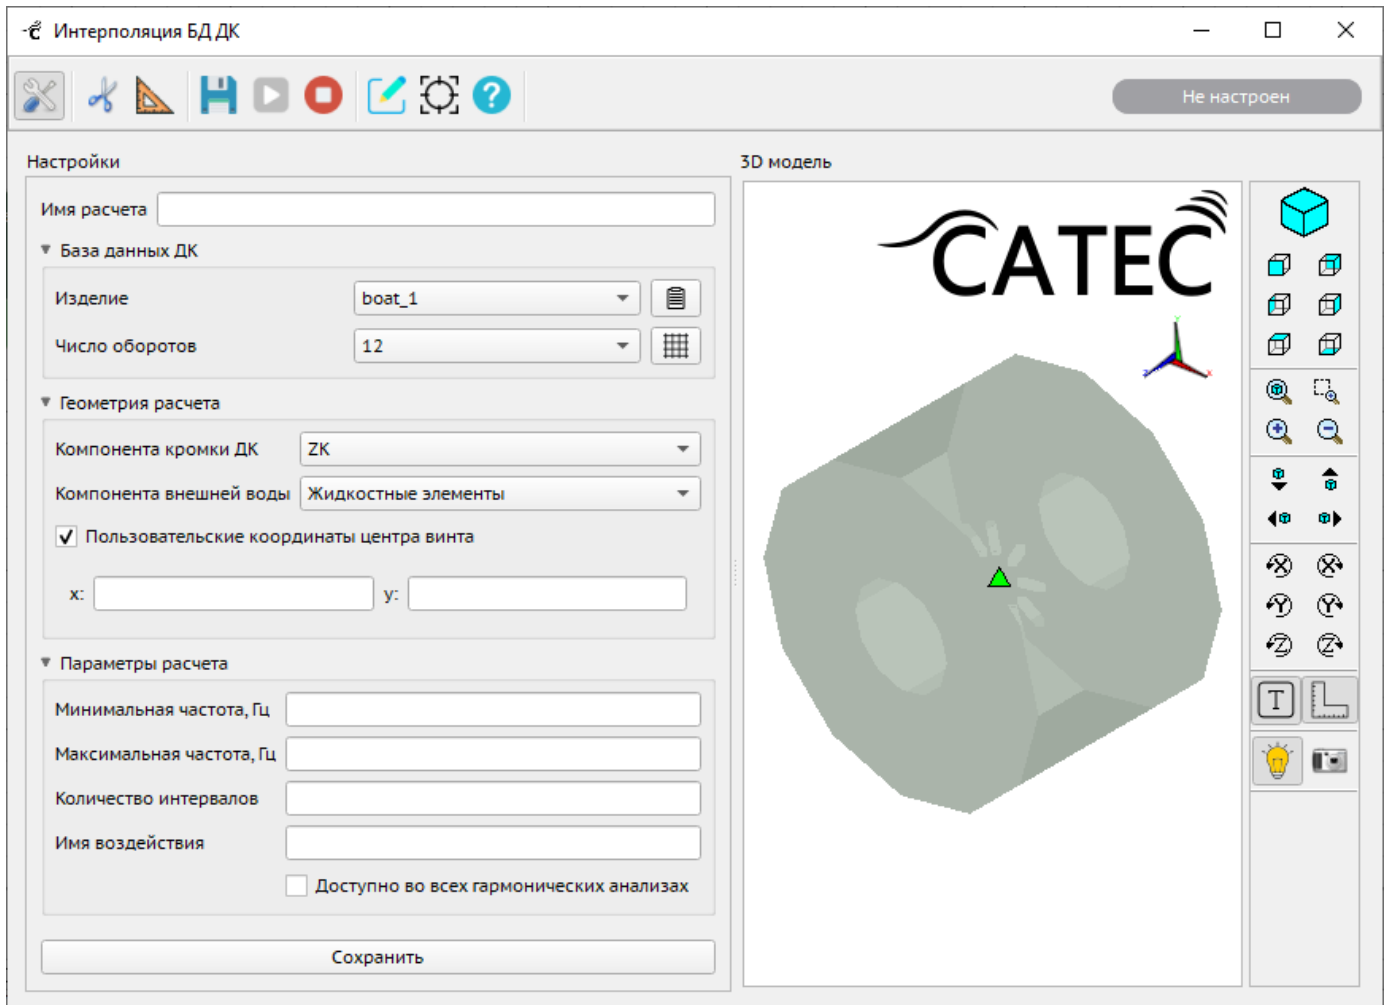

Рисунок 187 – Поля «Пользовательские координаты центра»
- флажок «Пользовательские координаты центра винта» – если при расчете алгоритма задействуются не все лопасти винта, центр винта относительно них определить не удастся, поэтому требуется ручная корректировка точки центра. При установке флажка отображаются дополнительные поля «X» и «Y», где нужно вручную ввести координаты точки центра (Рисунок 187). Для удобного визуального контроля местоположения точки центра на 3D-модели следует выбрать значение «ZK» в поле «Компонента кромки ДК».